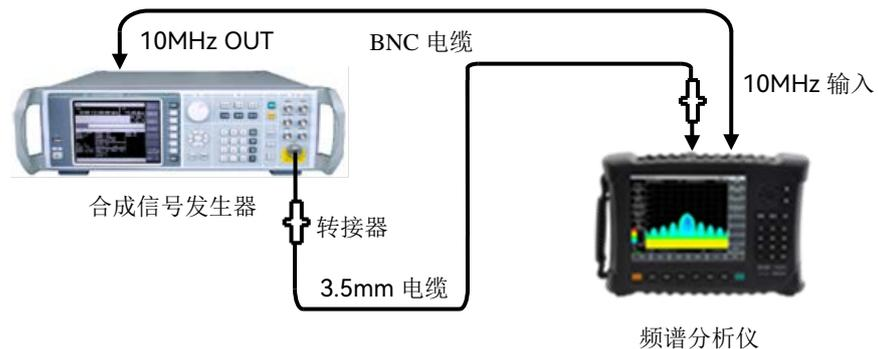

图12-18 输入衰减器转换不确定度测试设置
- 1) 按图 12-18 连接测试设备, 合成信号发生器 1464A 为频谱分析仪提供频率参考;